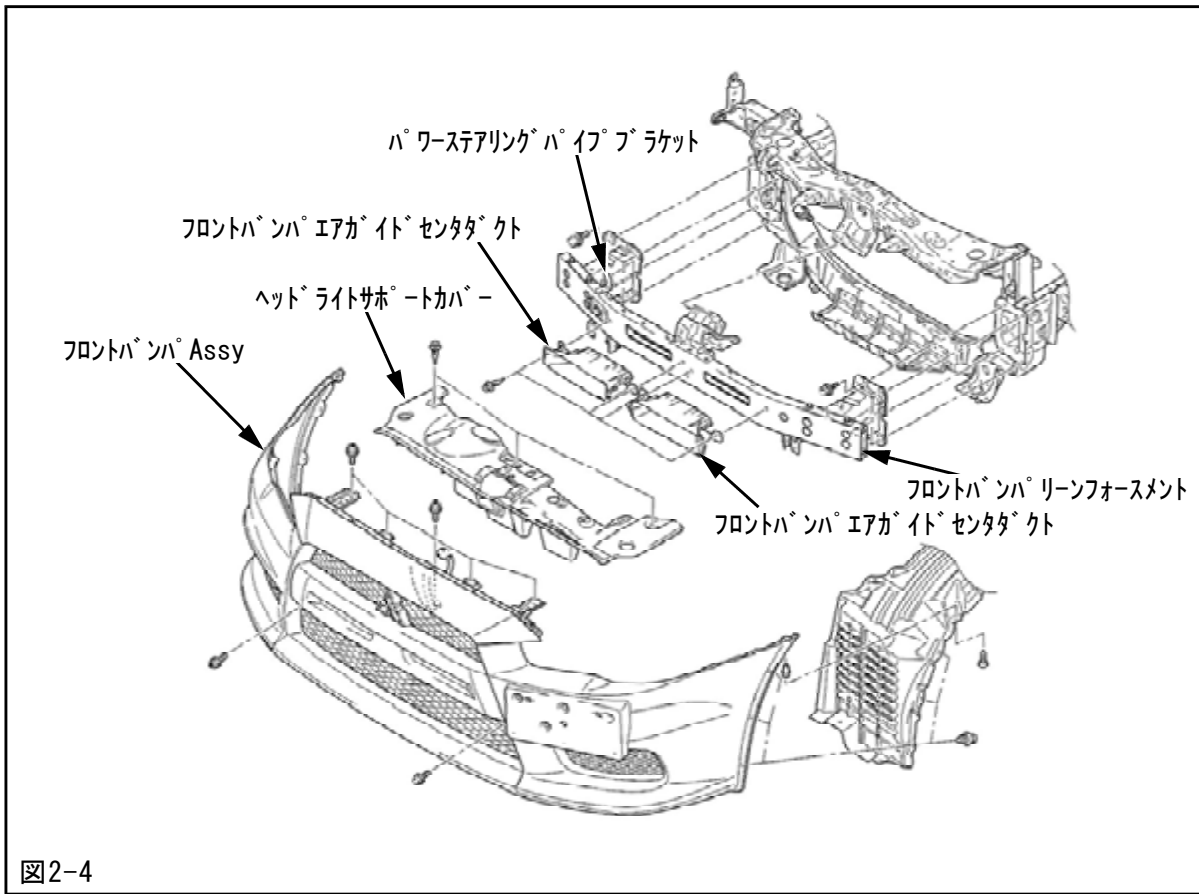

図2-4
(3) ヘッドライトサポートカバー, フロントバンパAssy, フロントバンパエアガイドセンタダクト, フロントバンパリーンフォースメントを取外してください。〈図2-4〉